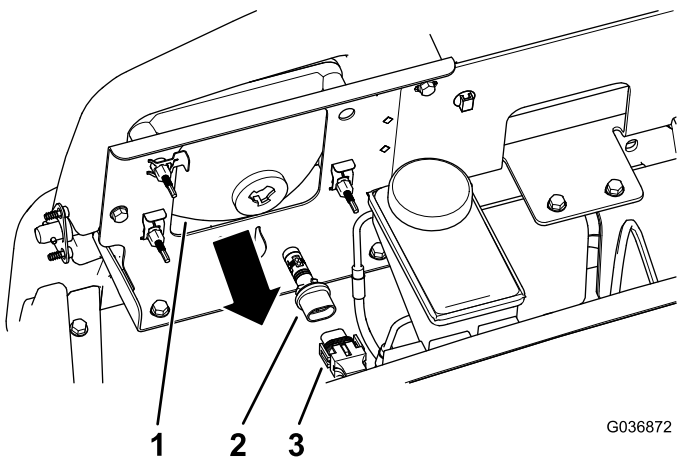

Figura 42
3. Desligue o conector elétrico para a cablagem do conector do conjunto da lâmpada, na parte de trás do compartimento do farol (Figura 42).
4. Rode o conjunto da lâmpada 1/4 de volta para a esquerda e mova-o para trás, para fora do compartimento do farol (Figura 42).
5. Insira o novo conjunto da lâmpada e alinhe as linguetas no conjunto da lâmpada com as ranhuras no compartimento do farol (Figura 42).
6. Fixe o conjunto da lâmpada rodando-o 1/4 de volta para a direita (Figura 42).
7. Ligue o conector elétrico para a cablagem ao conector do novo conjunto da lâmpada (Figura 42).